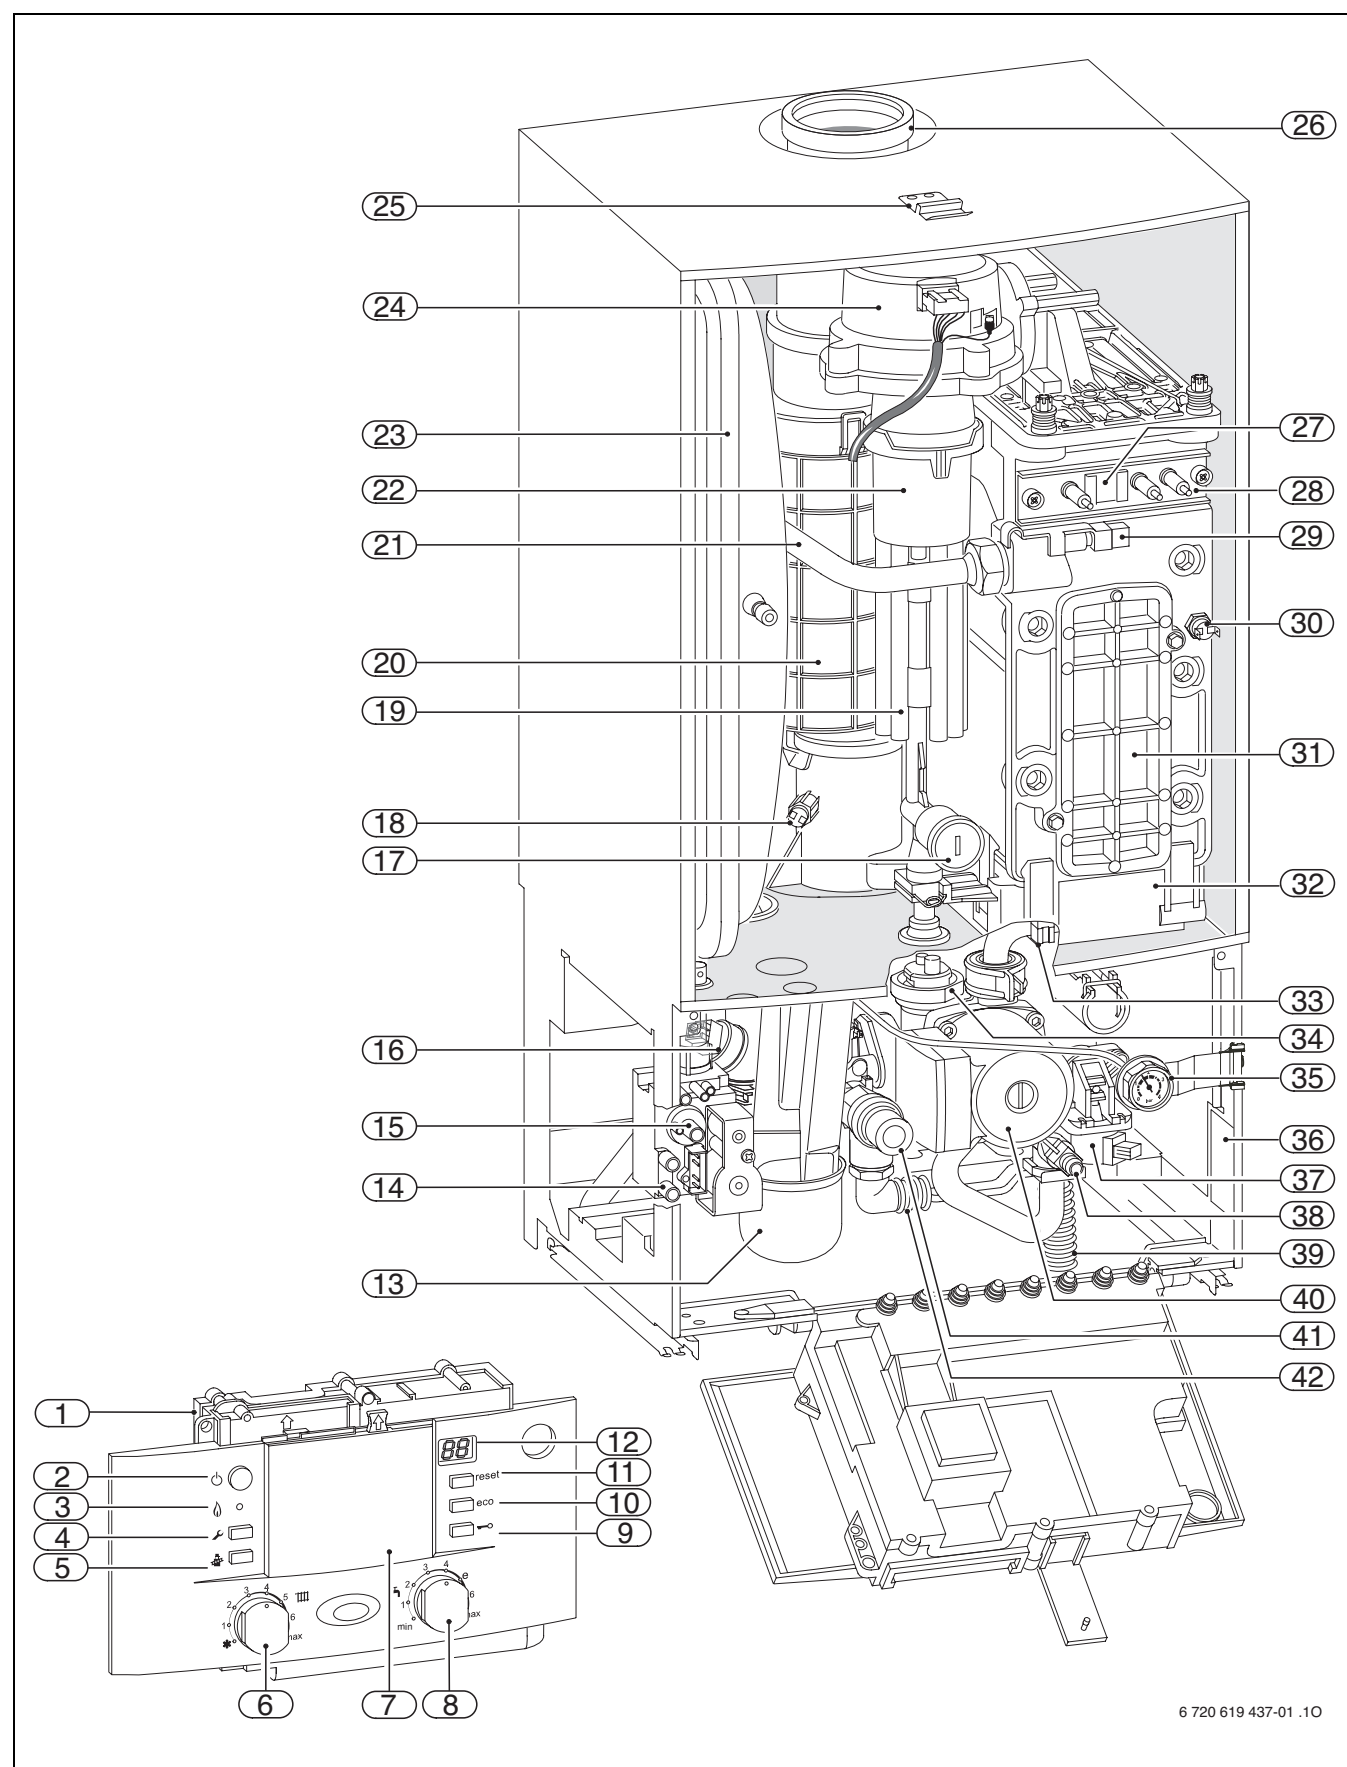

Fig. 3
Plăcuță de identificare (37) se găsește în interior în dreapta sub aparat (→Fig. 3, pagina 10).
**Legendă la Fig. 3:**